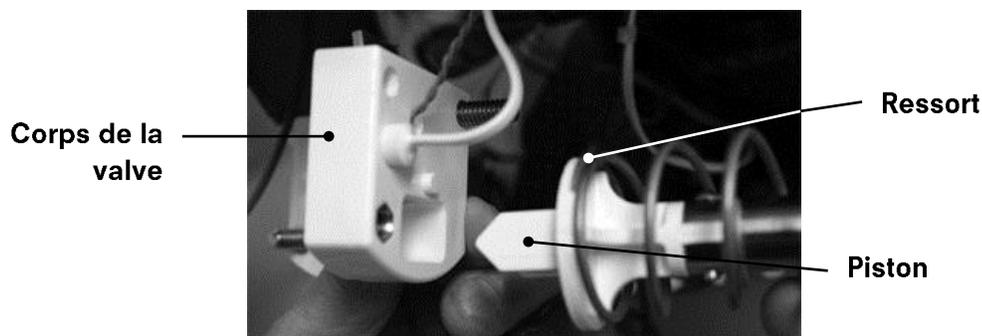

Figure 4
17. Remettez l'oeillet du collier de plastique qui retient le ressort sur le solénoïde et réassemblez le ressort, le piston et le corps de la valve (voir figure 4).
Remarque: Pour les modèles plus récents qui contiennent des valves avec des fentes d'ouvertures pour les fils des détecteurs, insérez les détecteurs dans le corps de la valve. Faites cela en passant les fils à travers les ouvertures et en mettant les détecteurs en place (si applicable). Continuez en passant les fils à travers l'oeillet du collier de plastique qui retient le ressort et remettez celui-ci sur le solénoïde et réassemblez le ressort, le piston et le corps de la valve (voir figure 4).